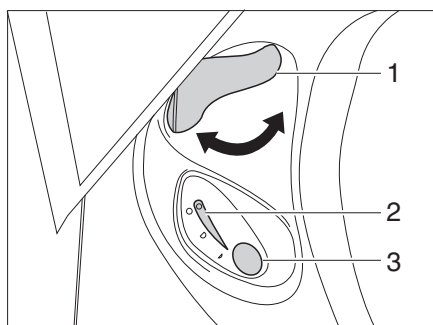

Bild 142 Reglage Thetford-toalett
- Öppna spjället på Thetford-toaletten före spolning. Därtill vrids spjällspaken (Bild 142,1) moturs.
- För att spola, tryck på den blå spolknappen (Bild 142,3).
- Efter spolning stängs spjället. Därtill vrids spjällspaken (Bild 142,1) medurs.
Kontrolllampan (Bild 142,2) lyser när Thetford-kassetten måste tömmas.
- Spjällspaken (Bild 142,1) vrids medurs. Spjället stängs. För att kunna tömma toaletten **måste** spjället vara stängt i Thetford-toaletten.